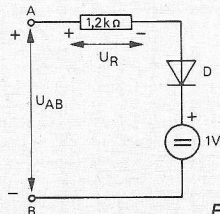
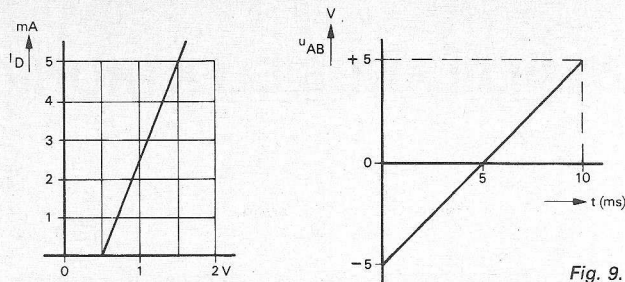
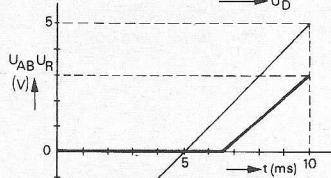

Fig. 7.
Fig. 9.
Fig. 10.
3. De diode in de schakeling van fig. 7 heeft een karakteristiek als gegeven in fig. 8. Het verloop van de spanning tussen A en B van 0 tot 10 ms is gegeven in fig. 9.
De diode geleidt niet als  $U_{AB}$  kleiner is dan  $1 + 0,5 = 1,5 \text{ V}$ . Volgens fig. 9 is dit het geval zo lang t kleiner is dan 6,5 ms. Als de diode wél geleidt, kan men volgens fig. 8 de diode beschouwen als een spanningsbron van 0,5 V in serie met een weerstand, welke laatste correspondeert met de helling van de diode-karakteristiek, d.i.  $1 \text{ V}/5 \text{ mA} = 200 \Omega$ . Als  $U_{AB} = 5 \text{ V}$ , staat dus op de weerstand een spanning van  $(5 - 1,5) \times 1200/1400 = 3 \text{ V}$ . Het verloop van de spanning  $U_R$  is dus zoals is weergegeven in fig. 10.